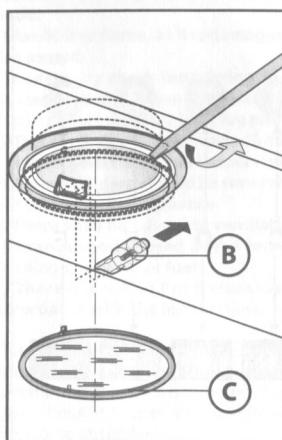

Fig.6
- **Замена галогеновых ламп (Рис.6):**